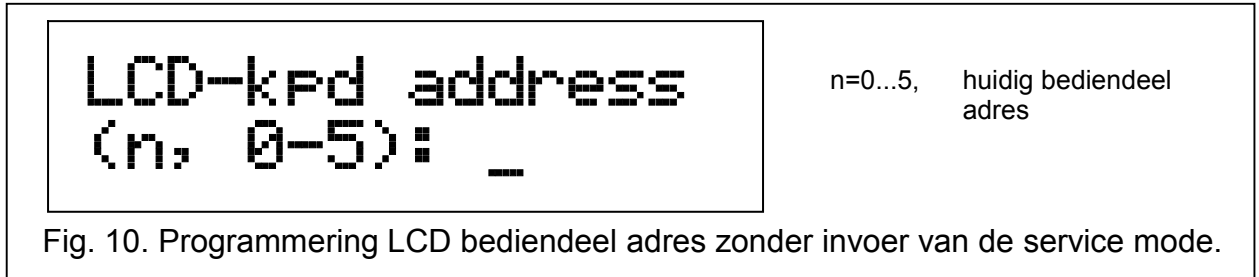

Fig. 10. Programmering LCD bediendeel adres zonder invoer van de service mode.
- De LED's aangewezen met iconen starten met knipperen. Voor LCD bediendelen, zal de tekst zoals getoond in Fig. 10 worden weergegeven. Voor LED bediendelen, zal de LED corresponderend met het huidige adres snel knipperen (LED aangewezen met nummer 30 voor adres 0; LED aangewezen met nummer 1 voor adres 1; LED aangewezen met nummer 2 voor adres 2 etc. – zie Fig. **Fout! Verwijzingsbron niet gevonden.**).